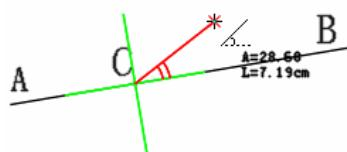

图 1
1. 如下图示，点 C 是线 AB 上的一点。先单击线 AB，再单击点 C，此时出现两条相互垂直的参考线，按 Shift 键，两条参考线在图 1 与图 2 间切换；
2. 在上两图任一情况下，击右键切换角度起始边，下图是图 1 的切换图；